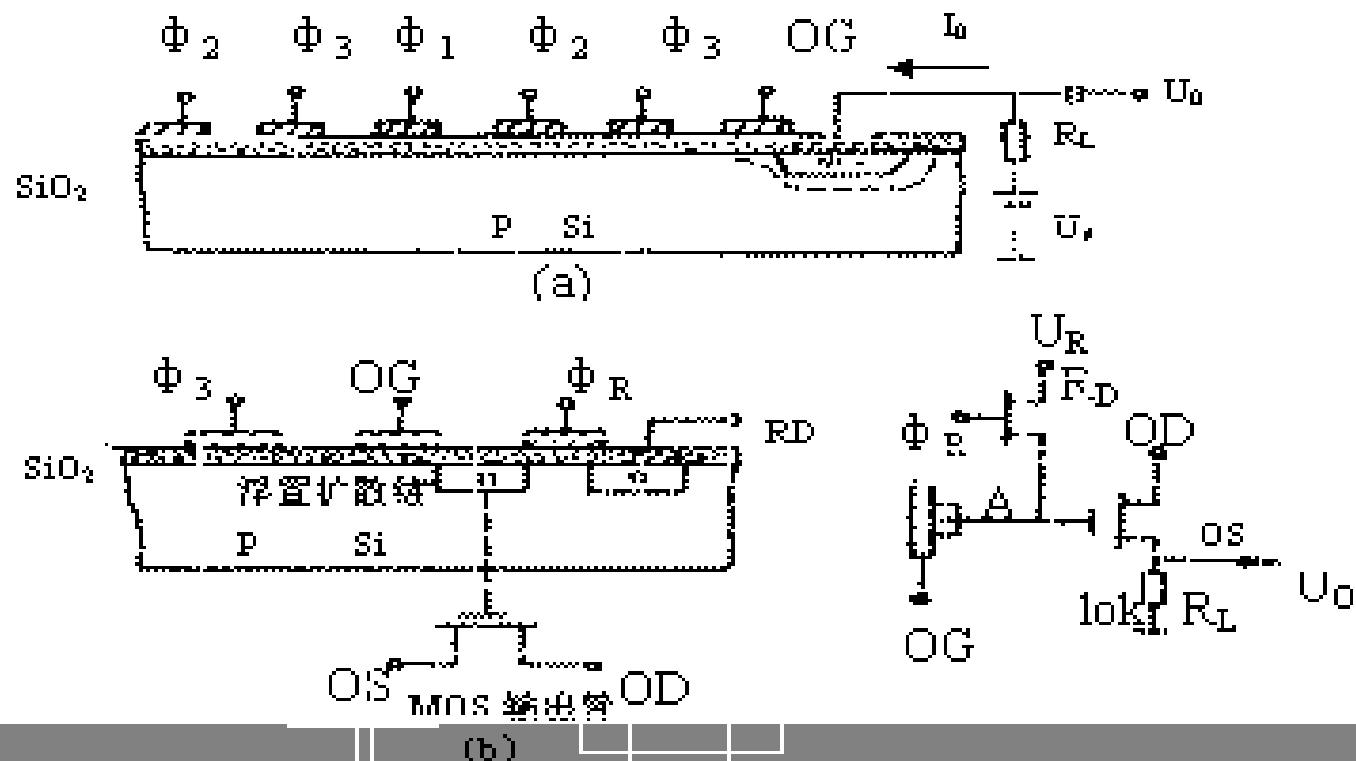

图5 电荷读出方法
- 图5 (a) 是在线列阵末端衬底上扩散形成输出二极管, 当二极管加反向偏置时, 在PN结区产生耗尽层. 当信号电荷通过输出栅OG转移到二极管耗尽区时, 将作为二极管的少数载流子而形成反向电流输出. 输出电流的大小与信息电荷大小成正比, 并通过负载电阻 R_L 变为信号电压 U_0 输出.
图5 (b) 是一种浮置栅MOS放大器读取信息电荷的方法. MOS放大器实际是一个源极跟随器, 其栅极由浮置扩散结收集到的信号电荷控制, 所以源极输出随信号电荷变化. 为了接收下一个“电荷包”的到来, 必须将浮置栅的电压恢复到初始状态, 故在MOS输出管栅极上加一个MOS复位管. 在复位管栅极上加复位脉冲 ϕ_R , 使复位管开启, 将信号电荷抽走, 使浮置扩散结复位.
图5 (c) 为输出级原理电路, 由于采用硅栅工艺制作浮置栅输出管, 可使栅极等效电容 C 很小. 如果电荷包的电荷为 Q , A点等效电容为 C , 输出电压为 U_0 , A点的电位变化 $\Delta U = \frac{Q}{C}$, 因而可以得到比较大的输出信号, 起到放大器的作用, 称为浮置栅MOS放大器电压法.